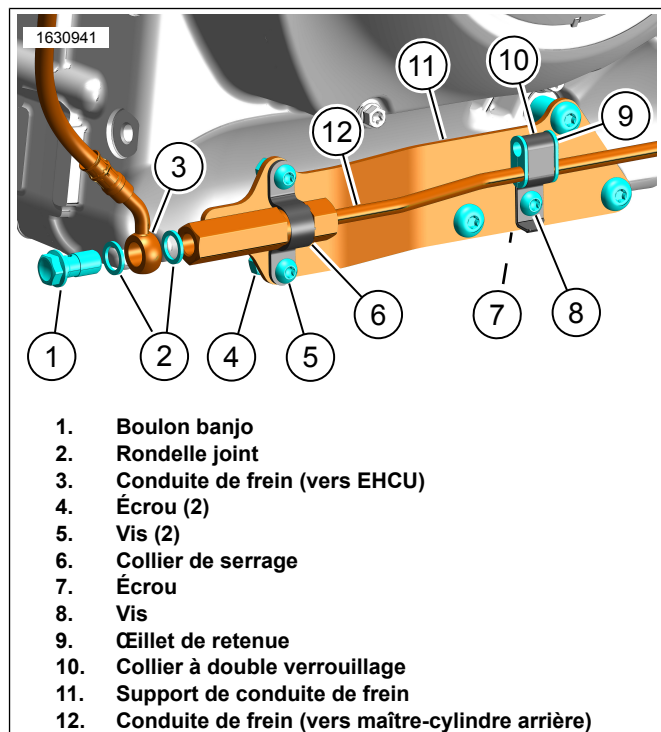

Figure 15. Boulon banjo
1. Voir la figure 15. Installer l'œillet de retenue (9) et le collier de verrouillage double (10) autour de la section dure de la conduite de frein (12).
- a. Utiliser la fente inférieure de l'œillet de retenue (9) pour la conduite de frein.
2. Positionner la conduite de frein (12) et le collier (10) en haut du support de la conduite de frein (11).
3. Installer le collier à bande (6) autour de la rainure du collecteur de la conduite de frein.
9. Voir la figure 15. Installer le boulon banjo (1).
- a. Installer de **nouvelles** rondelles joint (2).